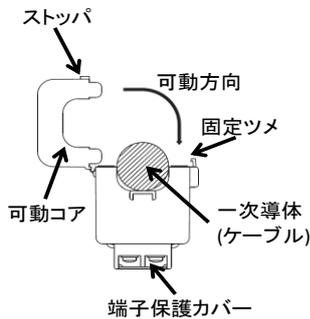

図 1
- (1) 可動コアの固定つめを押し、噛み合わせをはずして可動コアを開いてください(図 1)。電流センサの取付け方向(図 3 の電源側, 負荷側)を間違えないよう K, L の記号を確認して, ケーブルを下からくぐらせます。